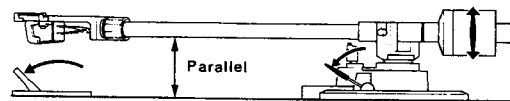

Fig. 7
3. Tournez le contrepois principal soit vers la gauche, soit vers la droite jusqu'à ce que le bras soit parfaitement en équilibre en position horizontale. (Fig. 7).
3. Ausgleichsgewicht so lange im oder entgegengesetzt dem Uhrzeigersinn drehen, bis der Tonarm in der Horizontalen genau ausbalanciert ist. (Fig. 7).
3. Draai het contragewicht naar rechts of naar links tot de toonarm volkomen horizontaal in evenwicht staat. (Fig. 7).
3. Vrid motvikten endera till höger eller vänster så att tonarmen balanserar helt horisontellt. (Fig. 7).